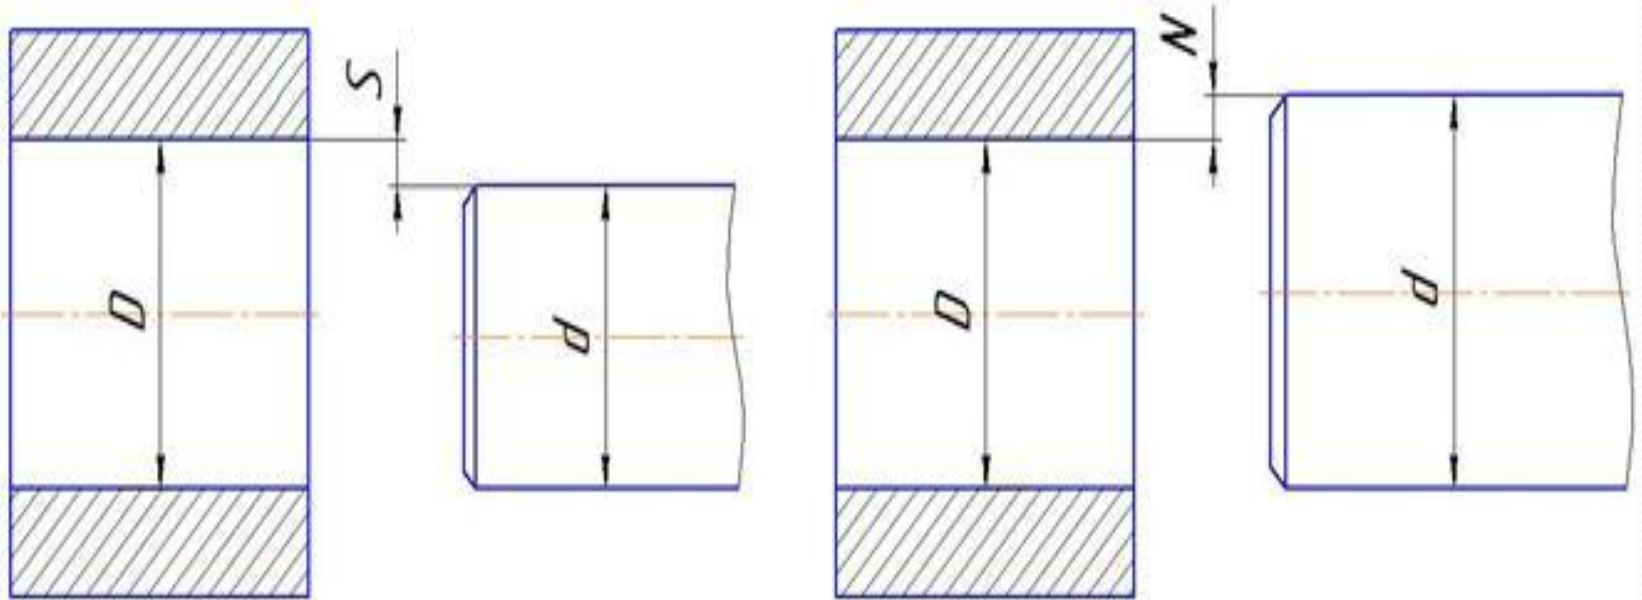

Рис. 2. Схема образования зазоров и натягов в соединении вал – втулка
Различают три вида посадок: посадки с зазором (рис. 2, а, б); посадки с натягом; переходные посадки.
Зазор (S) – это положительная разность между размером отверстия (D) и размером вала (d) (рис. 2, а).
Натяг (N) – это отрицательная разность размеров отверстия и вала до сборки (рис. 2, б)